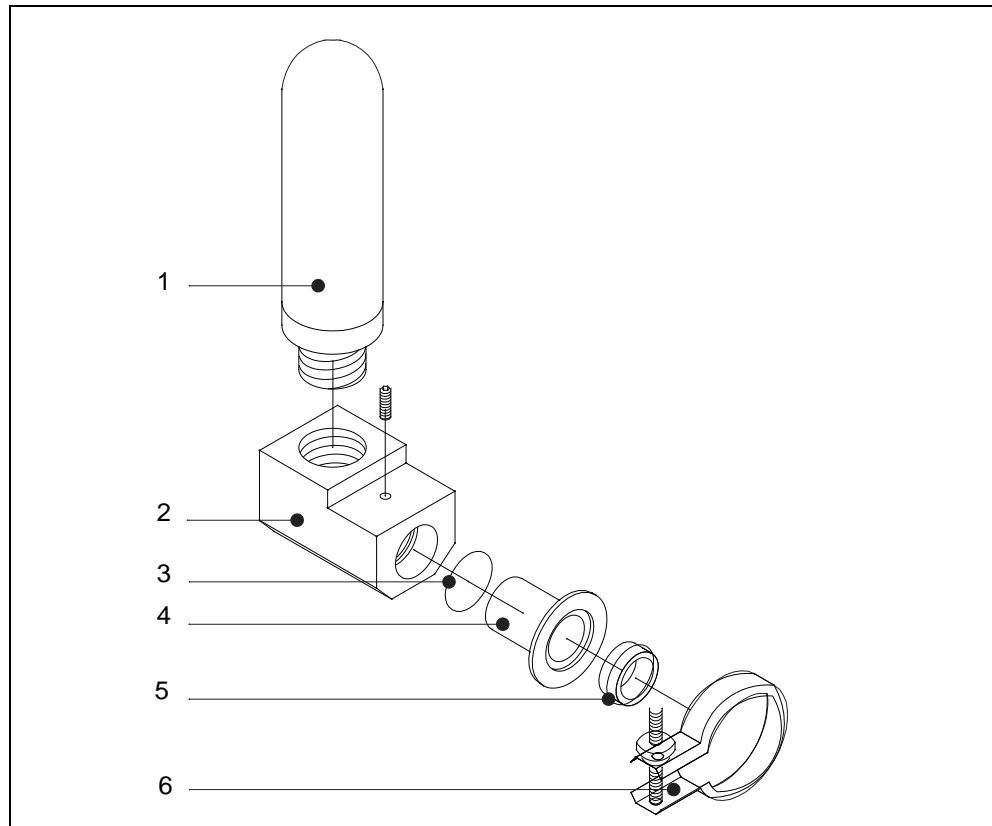

Abb. 9-3 Schalldämpfer austauschen
- Schalldämpfer vom Anschlussadapter abschrauben und durch neuen Schalldämpfer ersetzen und festziehen. Siehe hierzu Abb. 9-3/1.